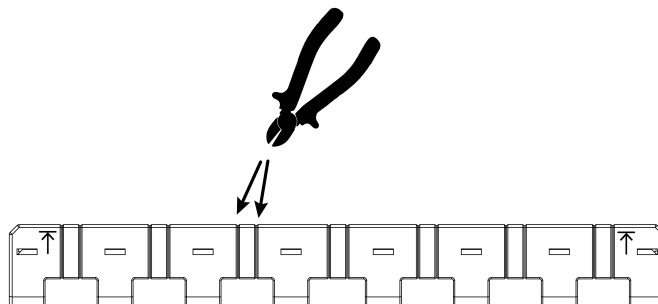

рисунок 5: Укорочение фазной шины
- При необходимости разрежьте фазную шину по выемкам с помощью бокорезов (см. рисунок 5).